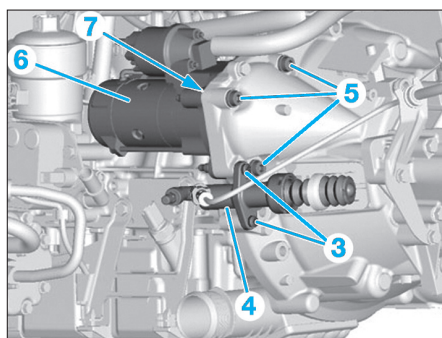

Fig. 9
- Déposer les deux vis (3) puis écarter le récepteur d'embrayage (4) (Fig.9).
- Déposer les vis (5).
- Déposer le démarreur (6).